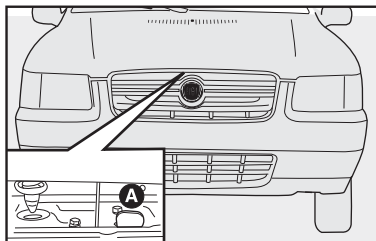

fig. 67
- 2) empurrar a trava **A-fig. 67**.